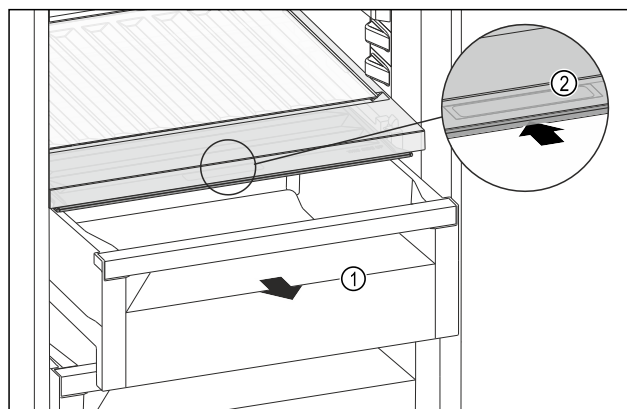

Fig. 171
- ▶ Tërhiqni jashtë sirtarin Fig. 171 (1).
- ▶ Kapni dorezën e futur Fig. 171 (2) në kapakun e ndarjes dhe në të njëjtën kohë shtyni për prapa kapakun e ndarjes.